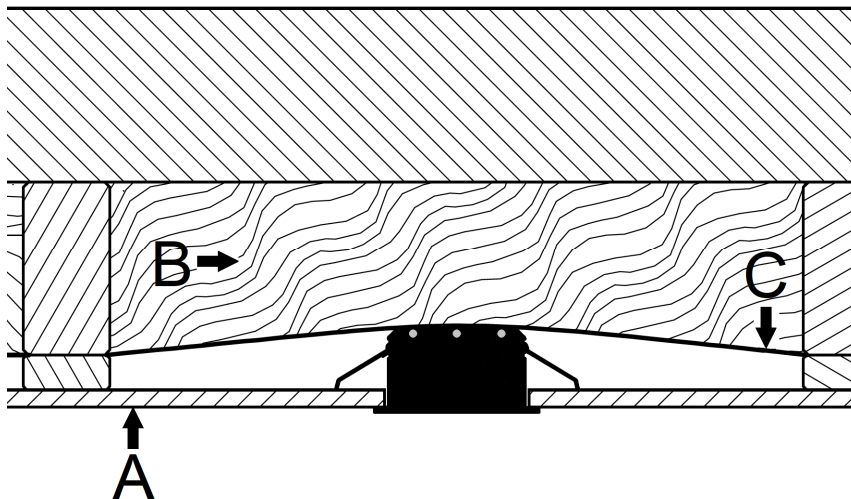

Abbildung 1
- Die LED-Leuchte ist zur Montage auf normal entflammaren Oberflächen geeignet, z.B. auf Holz und Werkstoffen auf Holzbasis mit mehr als 2 mm Dicke (siehe Abbildung 1: Punkt A). Der Einbauraum muss genügend Platz zur Verfügung stellen.
abgedeckt werden (siehe Abbildung 1: Punkt B). Die Einbaubedingungen des jeweiligen Herstellers sind zu beachten.
- Bei Einsatz einer sogenannten Dampfbremse bzw. Dampfsperre (siehe Abbildung 1: Punkt C) sind die Einbaubedingungen und Temperaturbeständigkeit des jeweiligen Herstellers zu beachten. Erforderlich ist eine dauerhafte Temperaturbeständigkeit $\geq 80^{\circ}\text{C}$